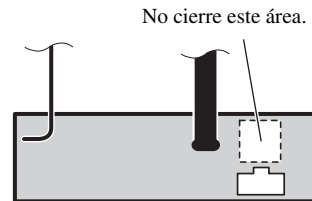

Fig. 5
- Los cordones no deberán cubrir el área mostrada en la figura de abajo. Esto es necesario para que los amplificadores cuenten con un área libre de radiación. (Fig. 5)